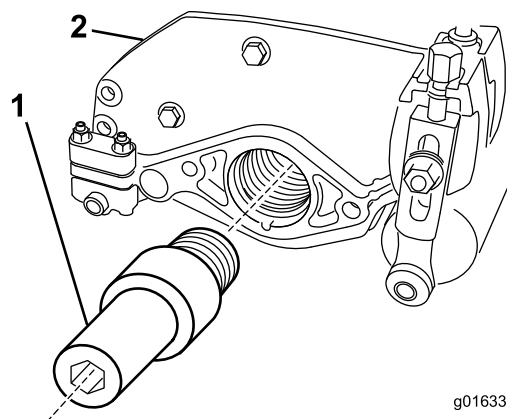

Figura 4
4. Instale a transmissão da escova no local da porca de rolamento como se mostra na Figura 4; aperte-o com 136 N m.